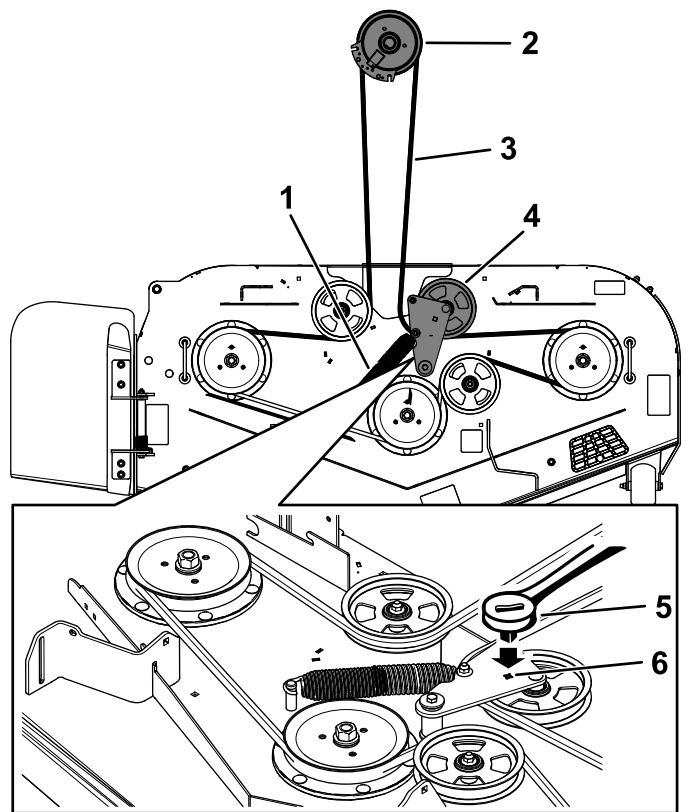

Figura 72
6. Utilice una llave de carraca de $\frac{3}{8}$ " en el taladro cuadrado del brazo tensor para retirar el muelle tensor (Figura 72).
8. Instale la guía de la correa en el brazo tensor tensado con muelle (Figura 72).
10. Pase la correa nueva alrededor de las poleas del cortacésped y de la polea del embrague, debajo del motor (Figura 72).
11. Instale la guía de la correa en el brazo tensor (Figura 72).
12. Utilizando la llave de carraca de $\frac{3}{8}$ " en el orificio cuadrado, instale el muelle tensor (Figura 72).